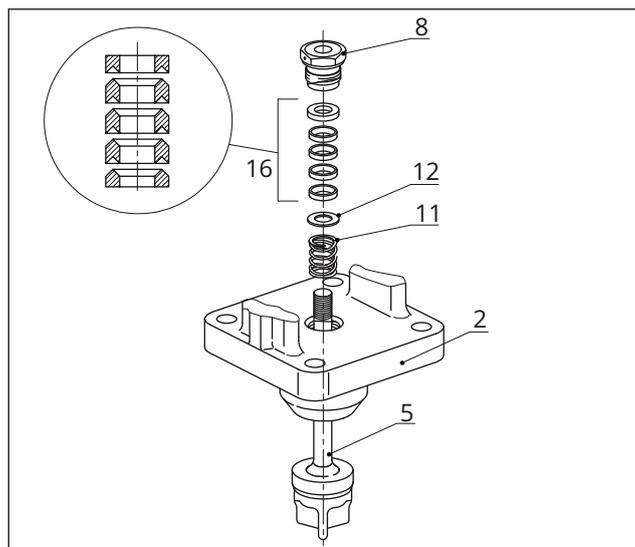

图 26: 标准填料
10. 将法兰 (2) 放在阀体上。
11. 使用合适的工具小心地将填料部件滑过阀杆进入填料函。遵循正确的顺序 (请参见图 26)。
12. 将阀芯 (5) 紧紧按入阀座 (4)。用阀体螺母 (14) 固定好法兰 (2)。以交叉方式逐渐拧紧螺母。遵循拧紧扭矩。
13. 拧入并拧紧螺纹衬套 (8)。遵循拧紧扭矩。
14. 将锁紧螺母 (10) 和阀杆接头螺母 (9) 松散地拧到阀杆上。
9. 使用合适的工具小心地将填料部件滑过阀杆延长件进入填料函。遵循正确的顺序（请参见图 26）。
10. 用螺母 (33) 和螺栓 (32) 固定阀盖。遵循拧紧扭矩。
11. 拧入并拧紧螺纹衬套 (8)。遵循拧紧扭矩。
12. 将锁紧螺母 (10) 和阀杆接头螺母 (9) 松散地拧到阀杆上。